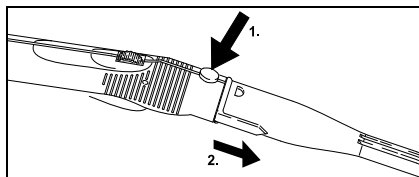

Abb. 9
- Zum Trennen der Zubehör­teile die Entriegelungstaste (C2 bzw. G2) drücken und die Teile auseinander ziehen (siehe Abb. 9).